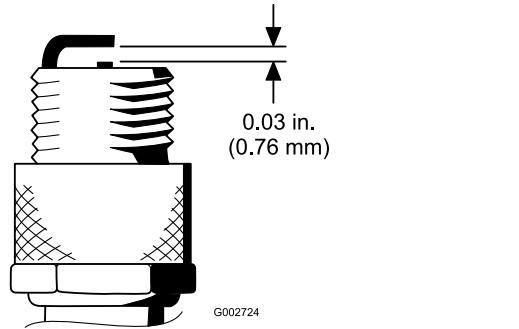

Рисунок 30
4. Установите между центральным и боковым электродами зазор 0,76 мм; см. Рисунок 30. Установите свечу зажигания с отрегулированным зазором и уплотнительную прокладку, затяните свечу с моментом 23 Н·м. Если динамометрический ключ не используется, надежно затяните свечу.